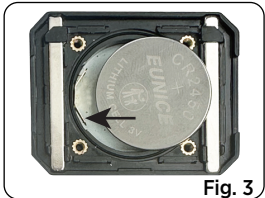

Fig. 3
- Insérez la pile en l'appuyant d'abord contre le contact doré. (Voir la Fig. 3)